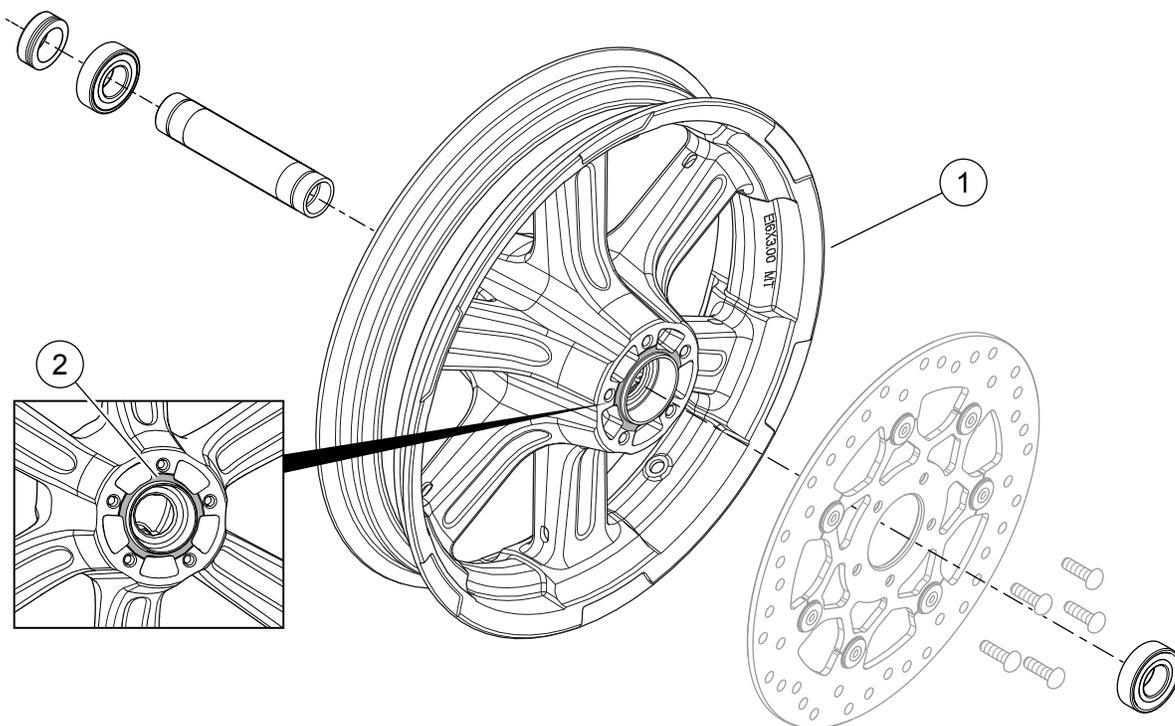

Figura 2. Peças de reposição: Kit de roda Machete dianteira
Esse kit inclui a roda personalizada e, dependendo do kit, também pode incluir uma calota. Veja a figura 2. e Tabela 3 para obter o conteúdo do kit.
2. Veja a figura 2. Instale o conjunto da haste da válvula (L) na roda. Consulte PNEUS no Manual de serviço.